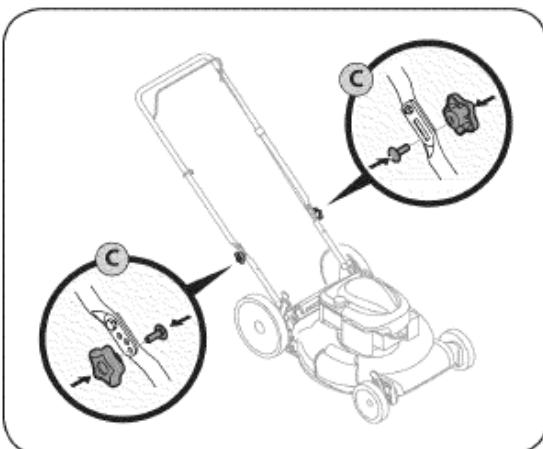

РИС. 5
- Заново установите ранее выкрученные барашковые гайки и болты с буртиком в нижние отверстия рукоятки, как показано на Рис. 5.